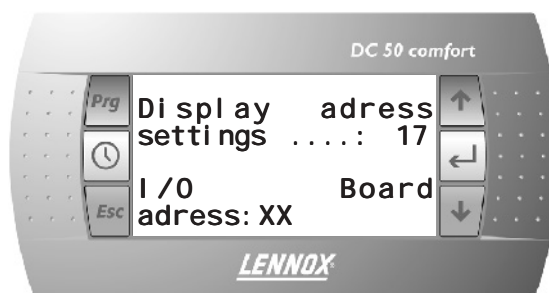

Fig. 30
NOTA: Para aceder ao menu de endereço da placa é necessário ir directamente para a parte inferior do primeiro ecrã (mostrado na **Fig 30**) sem alterar o endereço do terminal conforme explicado acima.
- Prima a tecla \leftarrow até que o cursor se desloque para o campo "I/O Board address: XX". **Fig 30**